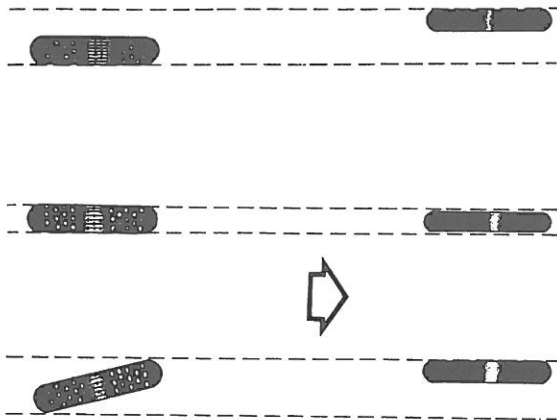

Bild 221
- Kettenstansschrauben stets links und rechts um den gleichen Betrag drehen, damit das Hinterrad auch weiterhin fluchtet. Die Enden der Hinterradschwinge sind mit Strichmarken in der Nähe der Achsenbefestigung versehen, die eine einfache Sichtprüfung erlauben. Wenn erforderlich, kann das Fluchten des Hinterrades dadurch kontrolliert und korrigiert werden, dass man eine Holzlatte parallel zum Motorrad legt, welche den hinteren Reifen an zwei Flankenstellen berührt. Die Latte muss, nacheinander an beiden Seiten angelegt, links und rechts am geradegestellten Vorderrad in gleichem Abstand vorbeiführen. Da der Vorderreifen schmaler ist, berührt die Latte diesen Reifen bei richtiger Fluchtung nicht. (Illustration siehe Bild 221).